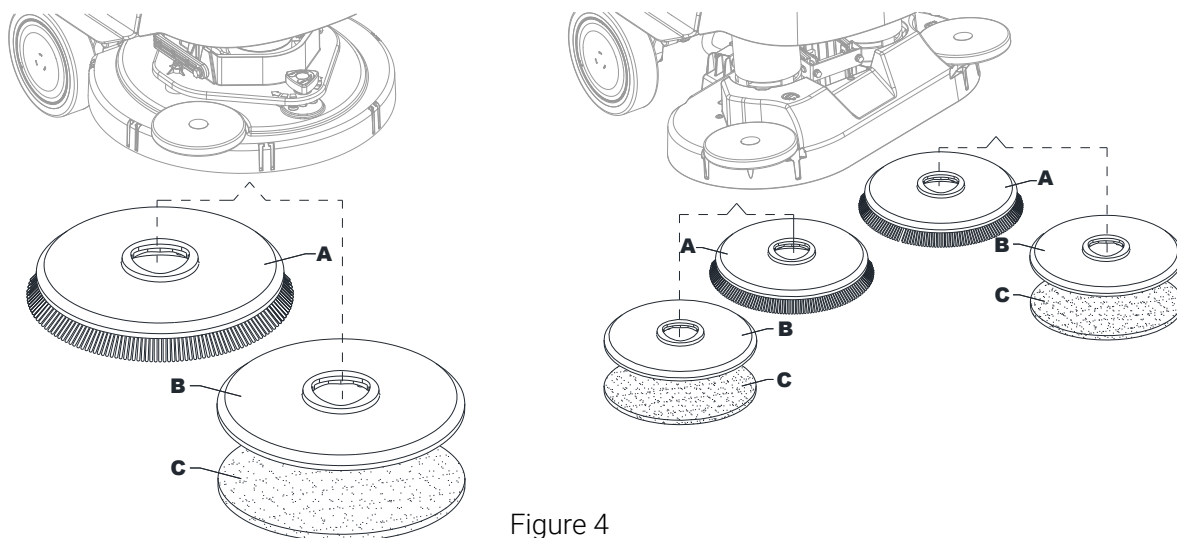

Figure 4
La machine peut être équipée de la brosse (A, Fig. 4) et du plateau porte-tampon (B) avec tampon (C), en fonction du traitement à effectuer sur le sol.
1. Placer la brosse (A) ou le porte-tampon (B) sous le plateau de lavage (39)/plateau de brosse à disque double (43).
2. Appuyer sur le bouton marche/arrêt (62) et saisir le mot de passe pour démarrer la machine. Bouton cadran rotatif (67) pour sélectionner le mode de marche/arrêt de la brosse (71), appuyer sur le bouton cadran (61) pour confirmer.